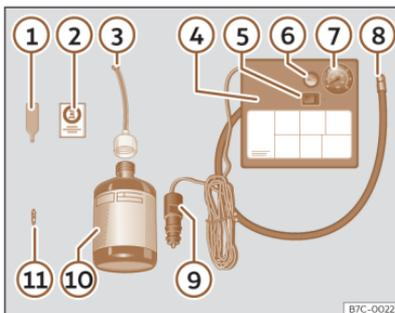

Fig. 230 Representación estándar: contenido del kit antipinchazos.
El kit antipinchazos se encuentra en el compartimento del maletero bajo el revestimiento del suelo. Incluye los siguientes componentes >>> **fig. 230**:
- Desenrosque la caperuza y el obús de la válvula del neumático. Utilice el aparato >>> **fig. 230** ① para extraer el obús. Colóquelo en una superficie limpia.
- Agite con fuerza la botella de sellante de neumáticos >>> **fig. 230** ⑩.
- Enrosque el tubo de inflado >>> **fig. 230** ③ en la botella de sellante. El precinto de la botella se romperá automáticamente.
- Retire el tapón del tubo de llenado >>> **fig. 230** ③ y enrosque el extremo abierto del tubo en la válvula del neumático.
- Vuelva a colocar el obús con el aparato >>> **fig. 230** ① en la válvula del neumático.
- Enrosque el tubo de inflado del neumático del compresor >>> **fig. 230** ⑧ en la válvula del neumático.
- Compruebe que el tornillo de evacuación de aire está cerrado >>> **fig. 230** ⑥.
- Acople el conector >>> **fig. 230 ⑨** a toma de corriente de 12 voltios del vehículo >>> pág. 254.
- Conecte el compresor de aire con conmutador ON/OFF >>> **fig. 230 ⑤**.
- Pegue el adhesivo >>> **fig. 230 ②** en el cuadro de instrumentos, dentro del campo visual del conductor.
Vuelva a enroscar el tubo de inflado >>> **fig. 230 ⑧** y compruebe la presión en el manómetro **⑦**.